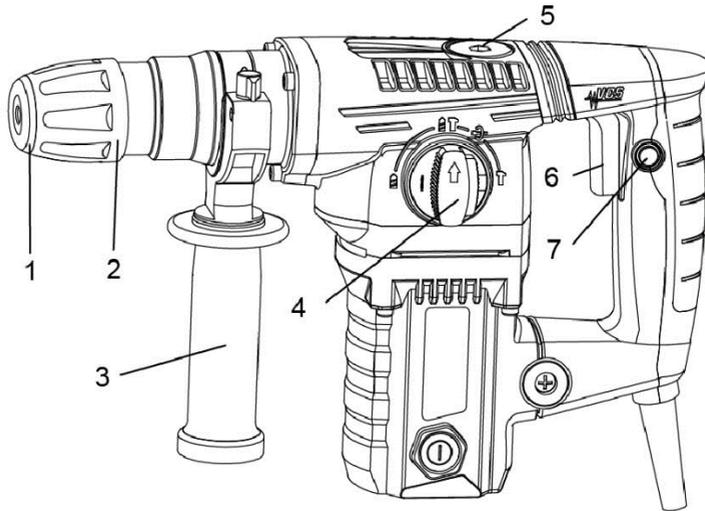

Рисунок 1
4.2 Для увімкнення виробу натисніть на куркову клавішу перемикача (6) з кнопкою (7) (рис.1) та ходом клавіші оберіть необхідну швидкість . Для відключення виробу слід курок відпустити.